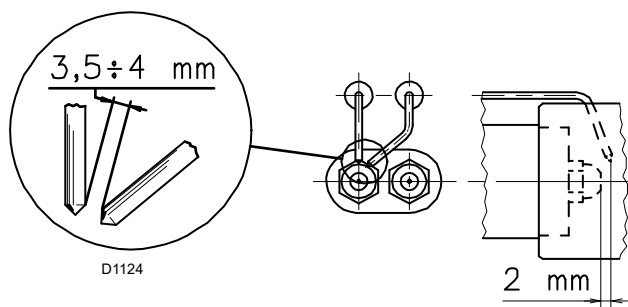

Fig. 13
Controllare che gli elettrodi siano posizionati come in Fig. 13 rispettando le dimensioni indicate.
- L'ugello per il 1° stadio di funzionamento è quello sottostante gli elettrodi d'accensione, Fig. 13 a pag. 18.